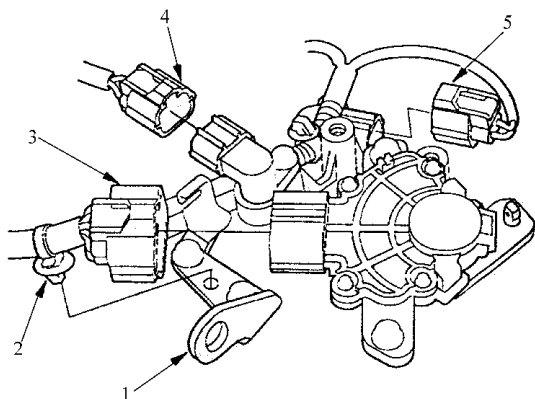

图 5-52 断开变速器档位开关插接器
14) 如图 5-52 所示，断开变速器档位开关插接器，并从线束托架上拆卸线束夹。